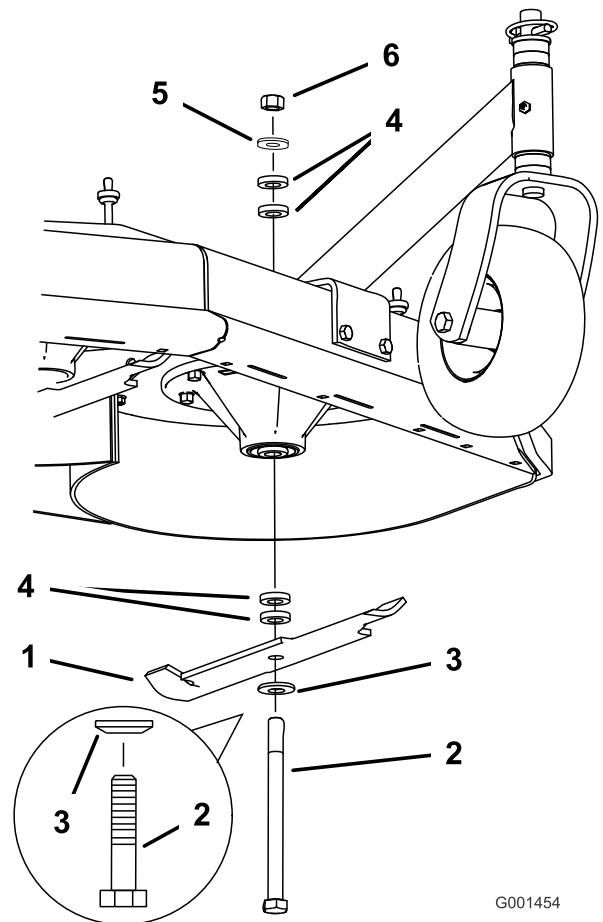

Figure 57
2. Enlevez de l'axe, l'écrou, le boulon de lame, la rondelle bombée, la lame, les entretoises et la rondelle mince (Figure 57).
1. Placez la rondelle bombée puis la lame sur le boulon. Choisissez le nombre correct d'entretoise(s) pour la hauteur de coupe, et insérez le boulon dans l'axe (Figure 57).